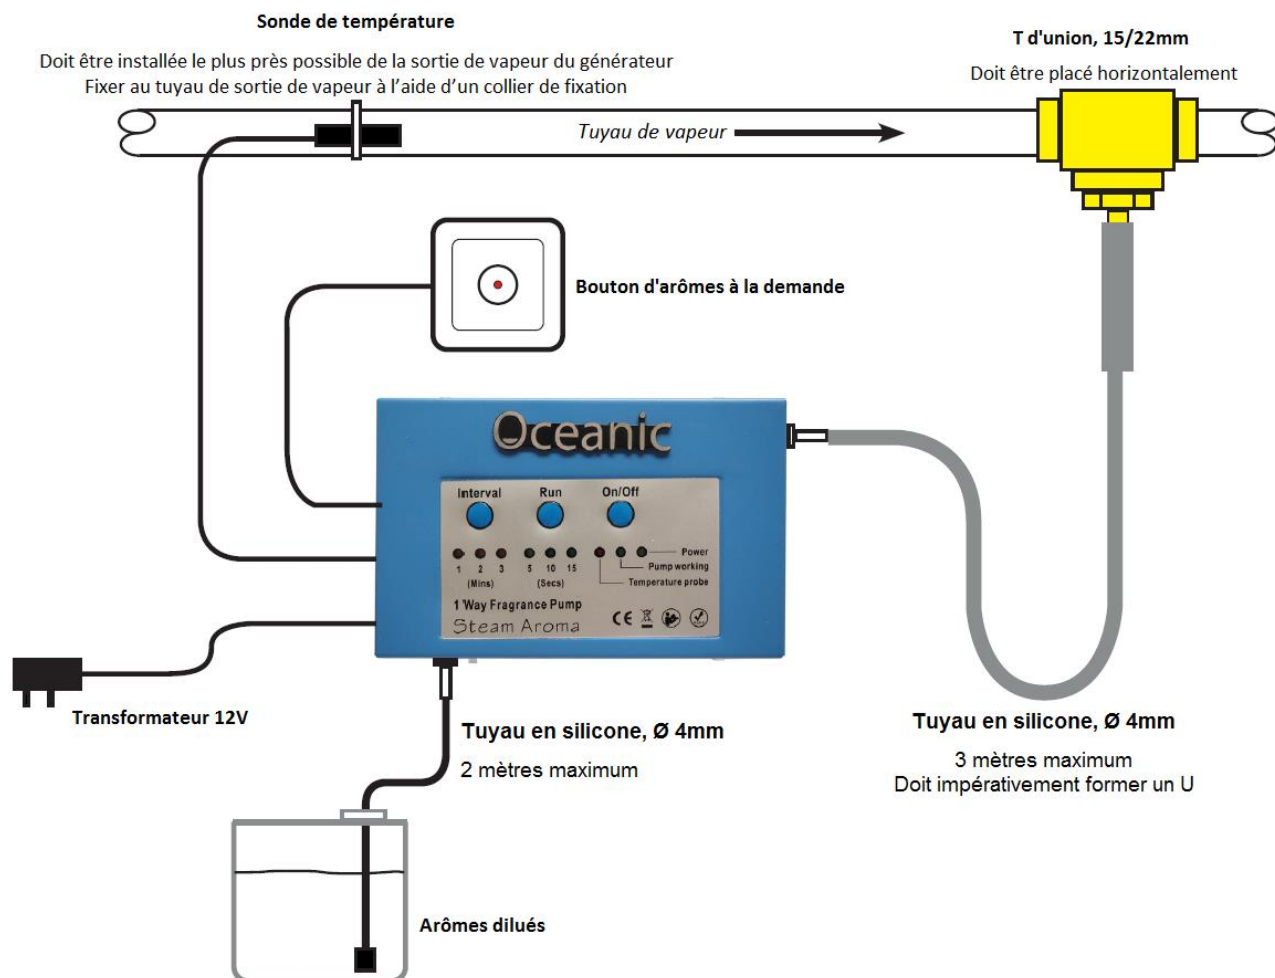

Figure 3
- 4) Utilisez le tuyau en silicone de 3 mètres (fourni) afin de relier le diffuseur au tuyau de sortie de vapeur, à l'aide d'un T de 15mm (non fourni), tel que sur la figure 3.